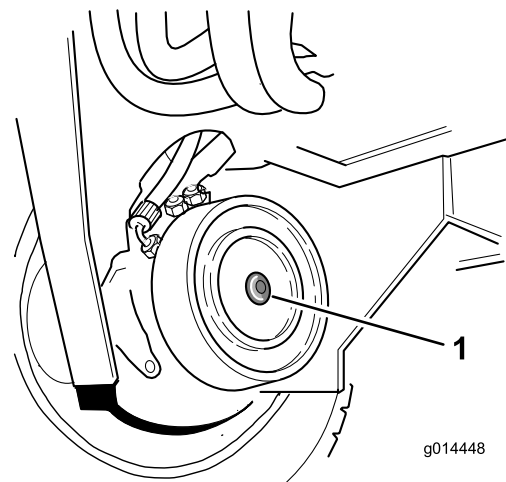

Bild 45
5. Ziehen Sie die Feststellschraube im Gewindeloch des Bremskolbens an, bis sich die Bremse löst (Bild 45).